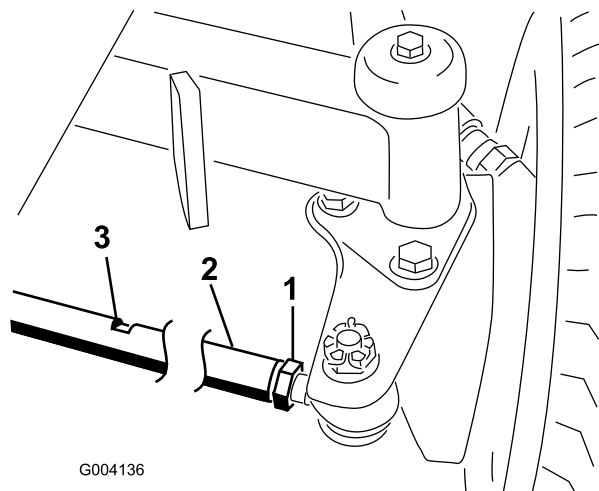

Рисунок 108
1. Ослабьте контргайку с каждой стороны соединительной тяги (Рисунок 108).